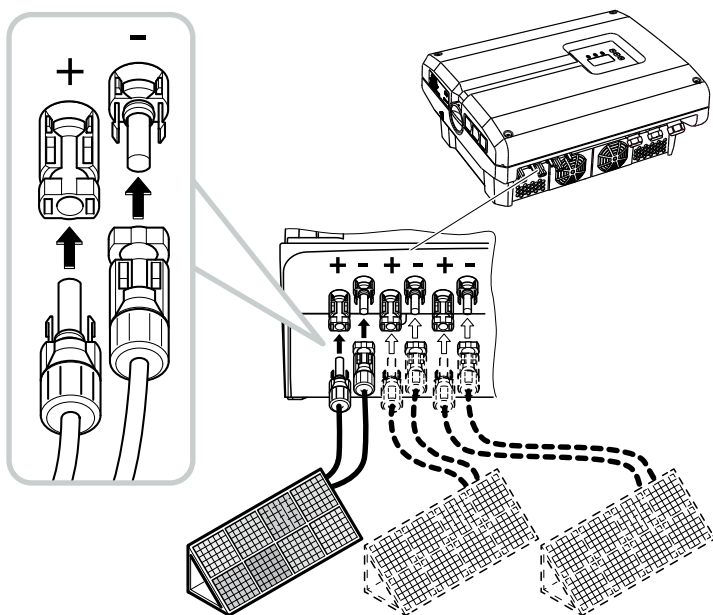

Fig. 37: Conexión del string fotovoltaico
6. Introduzca los conectores hembra y los conectores macho de los cables CC en el inversor. **Fig. 37** Guarde los tapones obturadores quitados de los conectores.